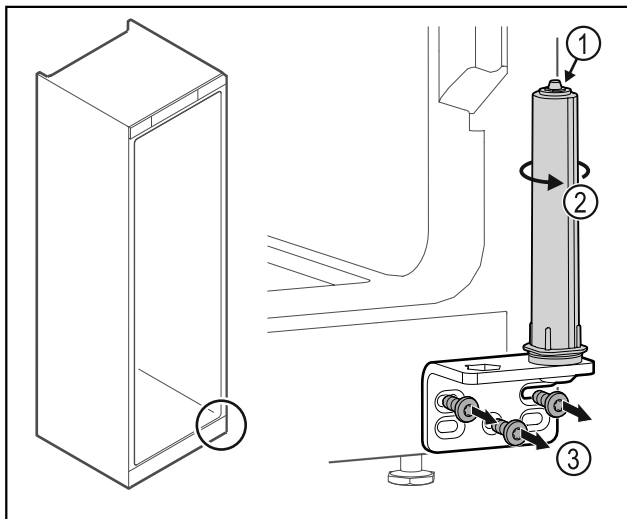

Fig. 50
- ▶ Ne szedje szét az ajtó zárrendszert Fig. 50 (1).
- ▶ Forgassa el a zárrendszert Fig. 50 (2), amíg az be nem kattann.
- ▶ Csavarozza le a csuklópántot Fig. 50 (3).